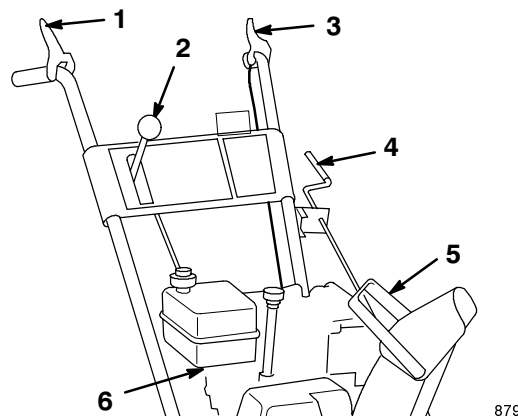

Figure 6
2. Mettez le levier de changement de vitesse (Fig. 6) du panneau de commande en position **R** (marche arrière).
2. Réglez la position des deux écrous à embase sur la tige de commande de traction vers le haut ou vers le bas pour que l'extrémité de la manette de commande de traction (Fig. 6 et 7) soit à environ 11 cm de la poignée.
4. Mettez le changement de vitesse (Fig. 6) en troisième vitesse.
3. Vérifiez la distance entre le bout de la manette de tarière/roue hélice et la poignée du mancheron (Figs. 6 et 9). L'écartement doit être d'environ 10 cm.